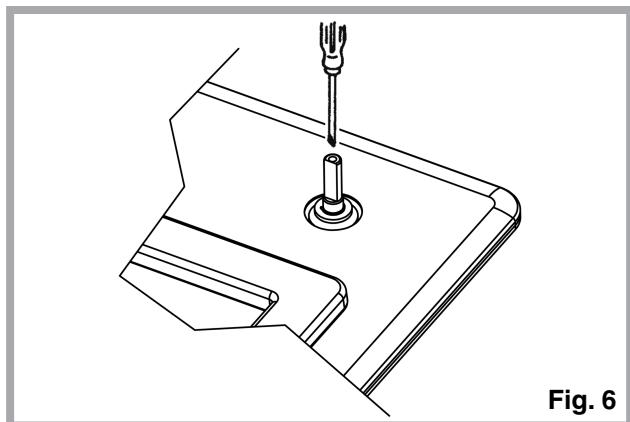

Fig. 6
- per la regolazione del minimo agire con opportuno cacciavite sulla vite posta sul rubinetto (Fig. 6) dopo averlo ruotato in posizione di minimo. Per GPL (butano/propano) avvitare a fondo.